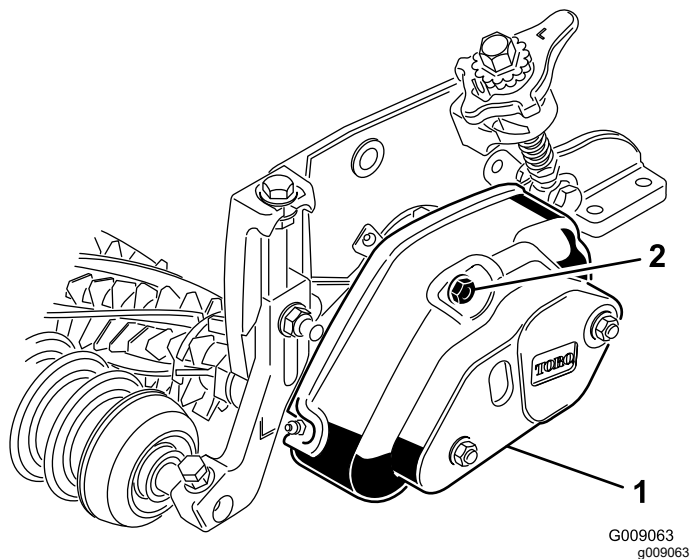

Figure 20
1. Retirez les 2 écrous qui fixent le couvercle du groomer et déposez le couvercle (Figure 20).